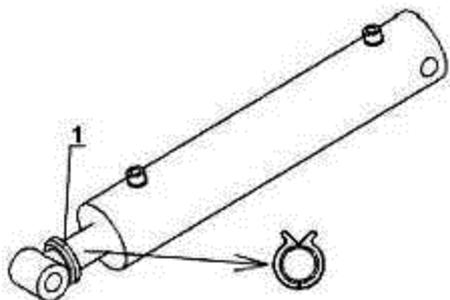
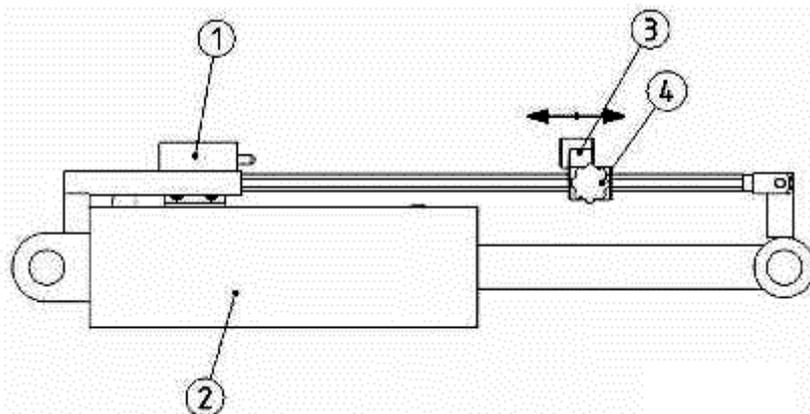

Рисунок 18.
Рисунок 19.
Регулировка глубины обработки, в зависимости от комплектации агрегата, может осуществляться клипсами (рис. 18) или отсекающим клапаном (рис. 19).
Регулировка глубины обработки клипсами осуществляется путем установки клипс различной толщины на шток гидроцилиндра (1) опорных колес (рис. 18).
Регулировки рабочей глубины отсекающим клапаном осуществляется путем перемещения упорного кронштейна (3) (рис. 19) на штанге, установленной на одном из гидроцилиндров опорных колес агрегата.